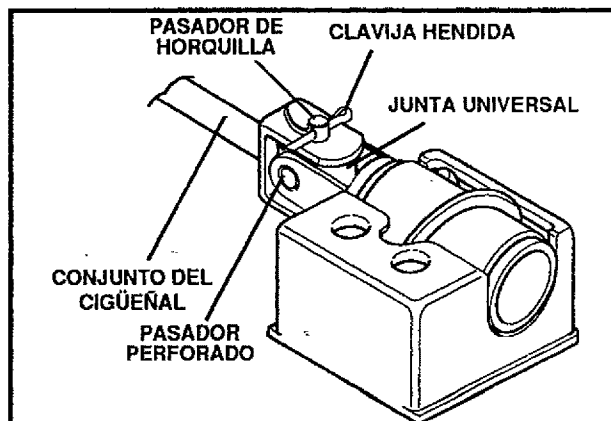

FIG. 5
- Cuidadosamente remueva la clavija hendida, el pasador de horquilla y el pasador perforado del extremo de la horquilla del conjunto de la varilla de arranque (Vea la FIG. 5).
- Coloque la junta universal en el extremo del engranaje helicoidal alineando los agujeros grandes. Inserte el pasador perforado (asegúrese que la abertura en el pasador esté alineada con las aberturas pequeñas en la junta universal) (Vea la FIG. 5).
- Coloque el extremo de la horquilla en la varilla de arranque alrededor de la junta universal, alineando las aberturas. Inserte el pasador de horquilla a través del conjunto y asegúrelo con la clavija hendida. Separe los extremos de la clavija hendida para asegurarlo en su lugar (Vea la FIG. 5).